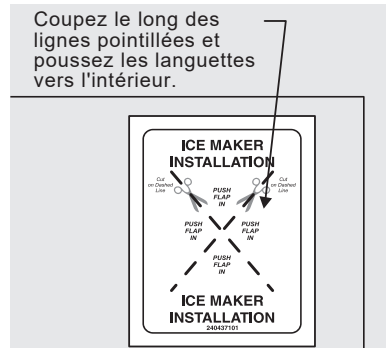

figure 3
7. Utilisez un petit couteau de cuisine pour couper le long des lignes pointillées sur l'étiquette d'installation de la machine à glaçons. Celle-ci se trouve sur le panneau arrière extérieur du réfrigérateur, dans le coin supérieur droit. Voir la figure 3. Poussez les languettes vers l'intérieur jusqu'à ce qu'elles adhèrent à l'appareil.